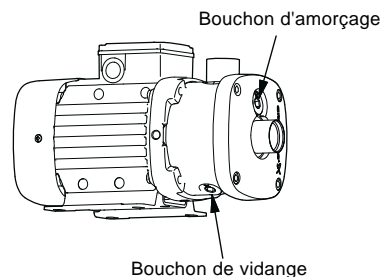

Fig. 11 Bouchons dans la chemise de pompe
3. Retirer le bouchon d'amorçage. Voir fig. 11.
Retirer les bouchons d'amorçage et de vidange. Voir fig. 11.